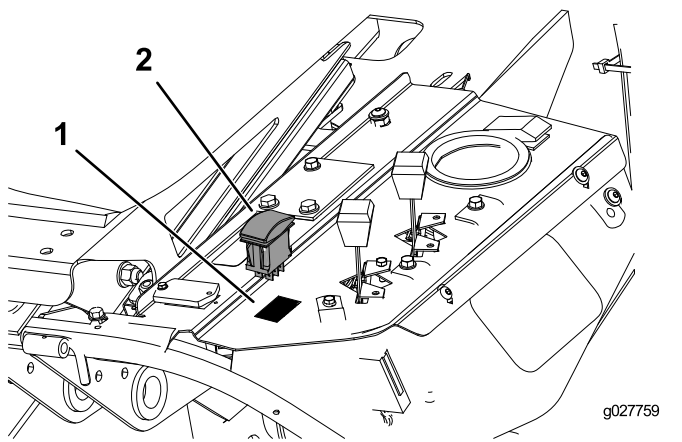

Figura 7
2. Rimuovete il tappo in plastica e montate l'interruttore, come illustrato nella Figura 7.